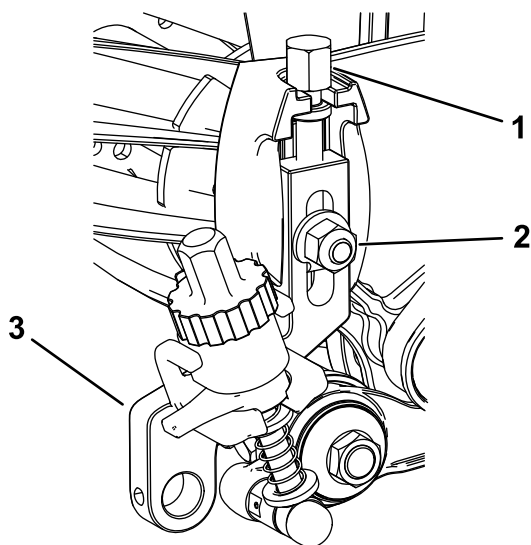

Figura 18
1. Avvitare le viti di regolazione dell'altezza di taglio rimosse in precedenza nella parte superiore dei gruppi dell'altezza di taglio (Figura 18).
2. Montate i gruppi dell'altezza di taglio sulle piastre laterali dell'apparato di taglio con il bullone della lama, il dado e la rondella speciale precedentemente rimossi (Figura 18).